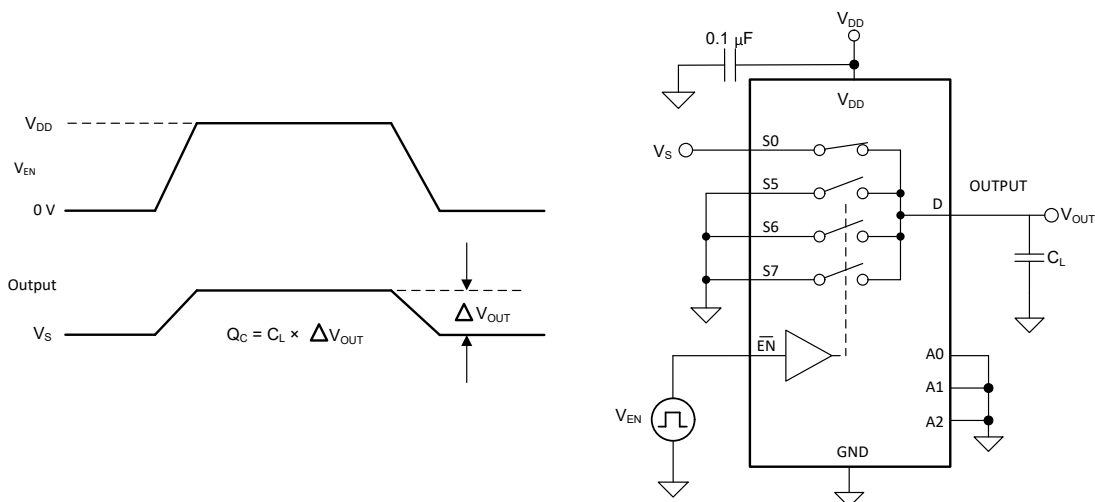

図 7-8. 電荷注入測定時の構成
NMOS トランジスタと PMOS トランジスタの間で容量の不一致がある場合、ゲート信号の立ち下がりエッジまたは立ち上がりエッジにおいて、ドレインまたはソースに電荷が注入されます。デバイスのソースまたはドレインに注入される電荷の量を電荷注入と呼び、 Q_C という記号で表します。図 7-8 に、ソース (Sx) からドレイン (D) に向けた電荷注入の測定に使用する構成を示します。